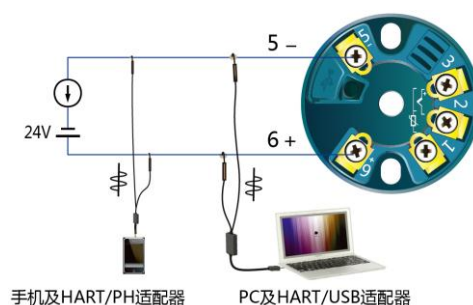

图 3 安全环境 HART 设置
- 组态操作时, HART 信号通过适配器的勾型探头, 叠加在 MT182 的输出和电源环路上(5, 6 接线端子或引出线), HART 信号与环路输出负载大小无关, 可以是最大负载, 也可以是 0 Ω 。如图 3。